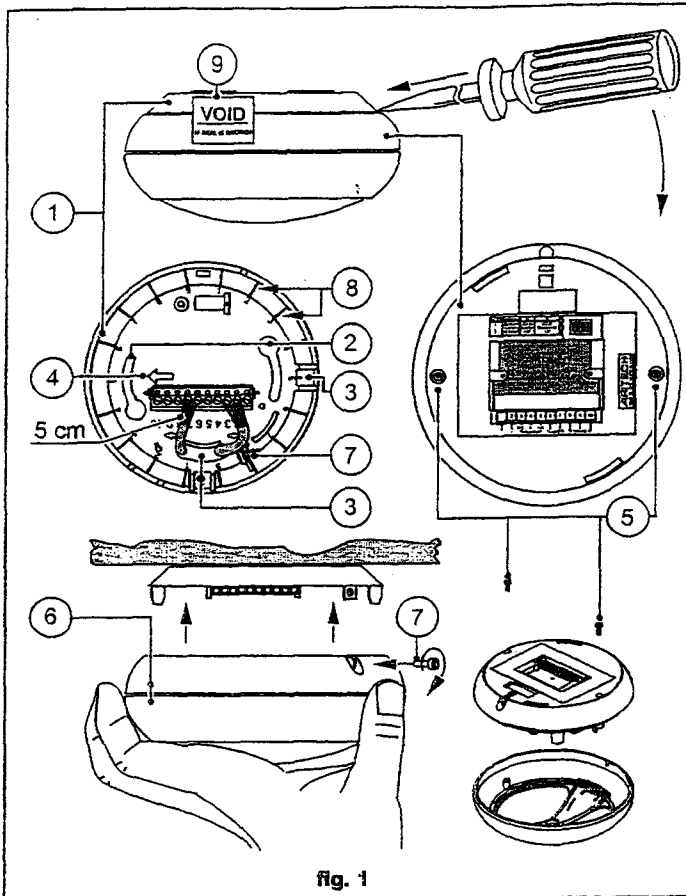
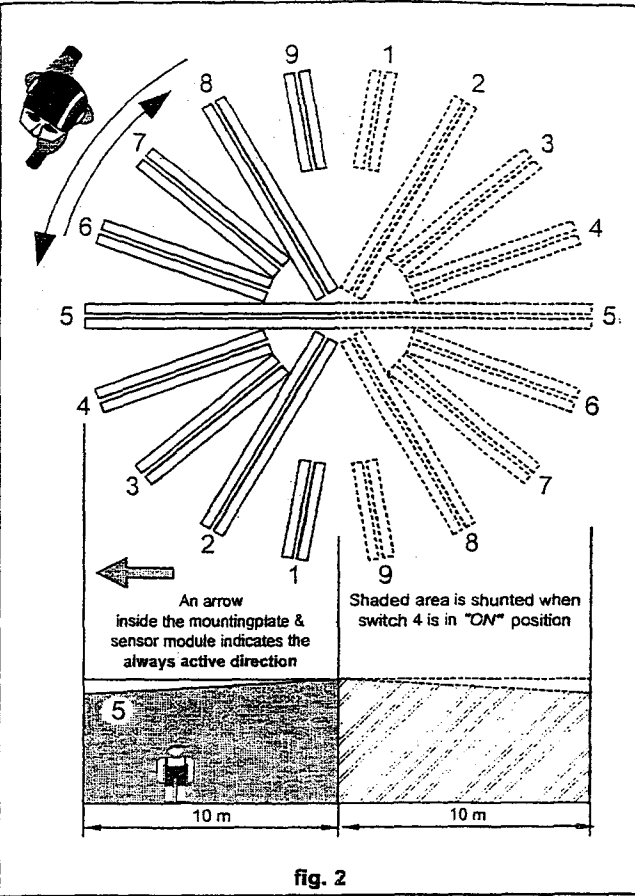

fig. 1
fig. 2
**Instructions de montage (fig. 1).**
**Emplacement du détecteur (fig. 2).**
**Remarque:** La flèche (fig. 1④ et fig. 2) indique la direction du rideau central et la direction active lorsque l'interrupteur 4 est sur "ON".